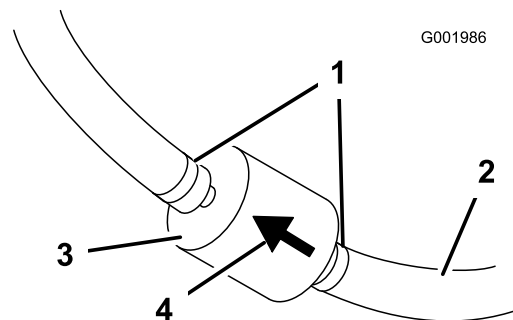

Figure 31
5. Pincez les extrémités des colliers et faites glisser ceux-ci pour les éloigner du filtre (Figure 31).